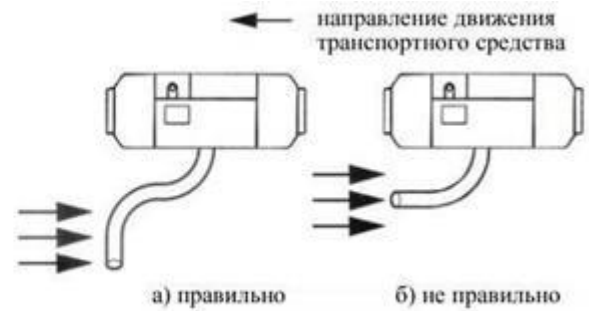

Рис.23
4.6.4 Направление открытых концов труб не должно совпадать с направлением движения транспортного средства (Рис.23).